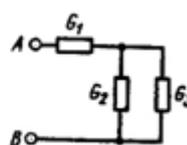

Рис. 1.10. Схема
10. В схеме электрической цепи, представленной на рис. 1.10, задано значение эквивалентной проводимости цепи  $G=0,025 \text{ Ом}^{-1}$ . Определить проводимость  $G_1$ , если  $G_2=0,01 \text{ Ом}^{-1}$ ,  $G_3=0,04 \text{ Ом}^{-1}$ .